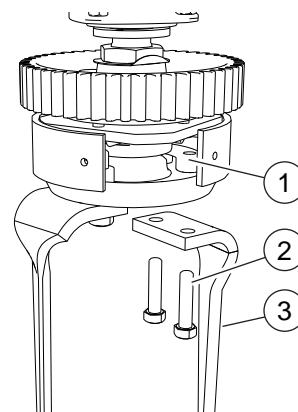

FIG. 37
- Die zwei Schrauben losdrehen (2, "Fig. 37").
- Die Sperrung entfernen (1).
- Das Seitenmesser entfernen (3).